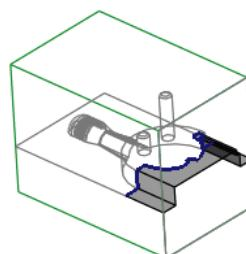

图 10.19 完成后的延伸曲面
③ 单击 **√** 按钮。完成后的延伸曲面如图 10.19 所示。